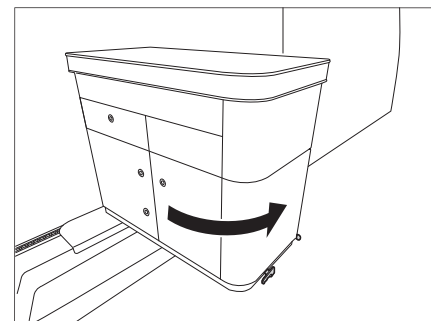

Figure 29 Faire pivoter le bloc cuisine pour l'extraire
- Faire pivoter le bloc cuisine vers l'extérieur (Figure 29).